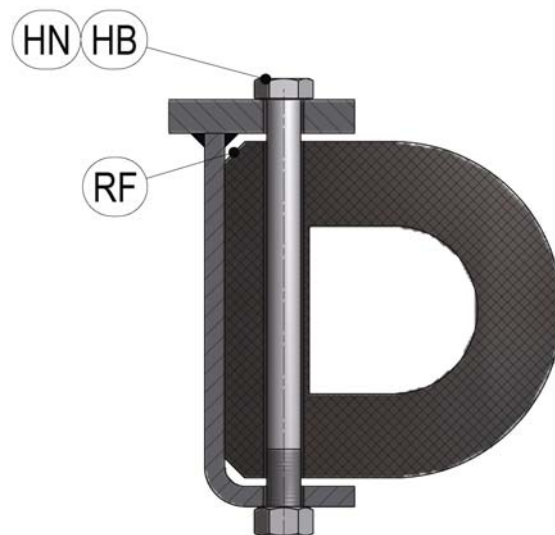

Figure 7 Remplacement de la défense en caoutchouc
1. Dévissez et retirez les boulons hexagonaux (HB, voir Figure 7) et les écrous (HN) de la défense en caoutchouc (RF).
2. Retirez la défense en caoutchouc (RF).
3. Placez la nouvelle défense en caoutchouc (RF).
4. Insérez les boulons (HB) et écrous hexagonaux (HN).
5. Serrez les boulons (HB) conformément à l'Annexe 2: "Couples de serrage avec clé dynamométrique".